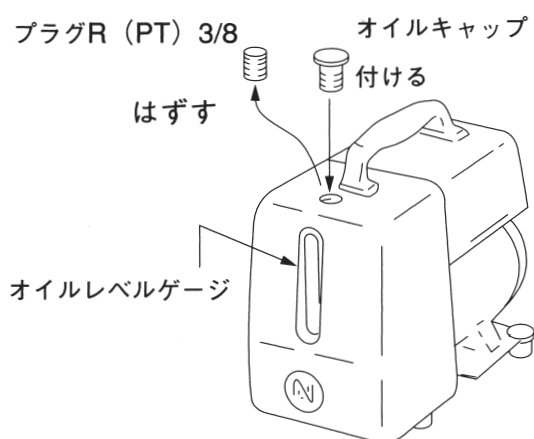

図2
- (1)ポンプの注油口プラグR (PT) 3/8をはずし付属のオイルキャップに必ず交換してください。交換しないと、発熱、異音、その他所定の性能ができません (図2)
(図2)